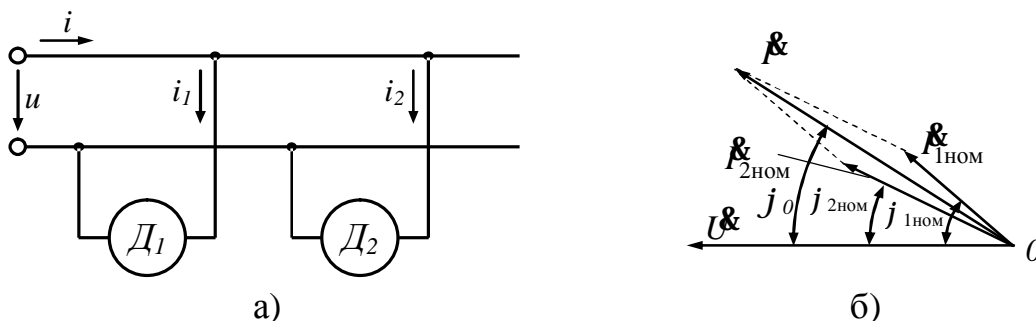

Рис. 3.9
**3.5.** В електричне коло змінного струму ввімкнені два електродвигуни  $D_1$  і  $D_2$  (рис. 3.9, а). Визначити струм  $I$  в колі й загальний коефіцієнт потужності  $\cos\varphi$ , побудувати векторну діаграму струмів  $\underline{I}_1$ ,  $\underline{I}_2$ ,  $\underline{I}$  і напруги  $\underline{U}$ , якщо електродвигуни мають номінальні дані:  $P_{1\text{НОМ}} = 7,35$  кВт;  $U_{1\text{НОМ}} = U_{2\text{НОМ}} = 110$  В;  $\cos\varphi_{1\text{НОМ}} = 0,8$ ;  $\cos\varphi_{2\text{НОМ}} = 0,75$ ;  $P_{2\text{НОМ}} = 14,6$  кВт;  $\cos\varphi_{2\text{НОМ}} = 0,9$ .
Векторна діаграма для розглянутого кола наведена на рис. 3.9, б.